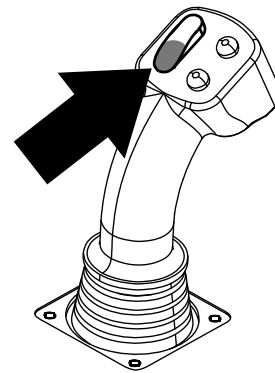
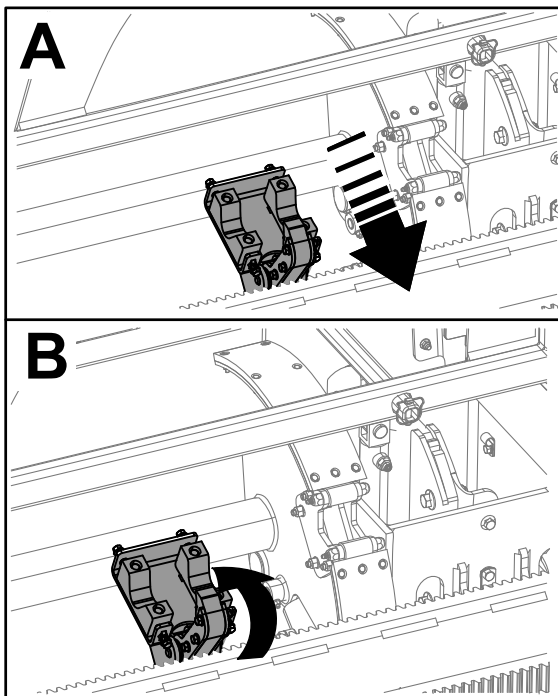

Рисунок 33
Рисунок 34
7. Удерживайте нижнюю часть перекидного переключателя (Рисунок 33) в нажатом положении, пока рычаги загрузчика не повернутся в сторону ящика для труб. Когда они будут проходить мимо кулачкового механизма во время поворота, захваты трубы закроются на трубе, переместив ее к буровой колонне (Рисунок 34).